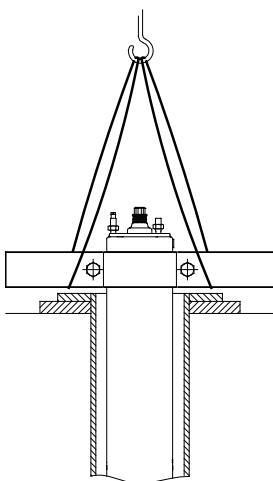

Fig. 18 Motore in posizione verticale
2. Posizionare il motore in posizione verticale all'ingresso del pozzo, vedere fig. 18.